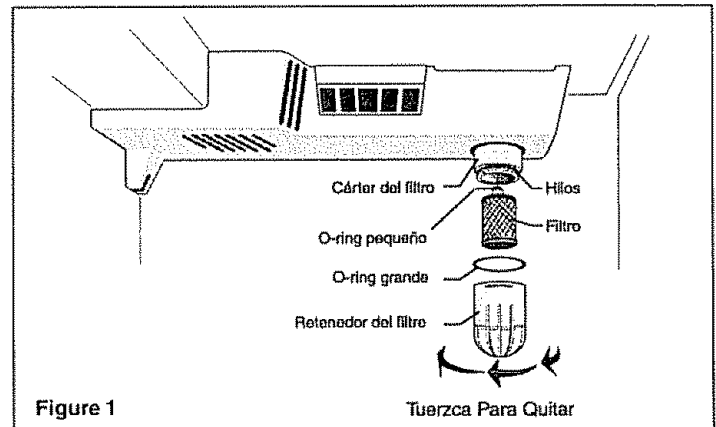

Figure 1
10. Verifique que no haya fugas. Abra la puerta del refrigerador. Si hay gotitas de agua en el retenedor del filtro, enjuáguelas. Dispense un vaso de agua. Si hay una fuga, destornille el retenedor del filtro, y vuelva a introducir el filtro. Revise la colocación del O-ring grande (véase Figure 1). Reinstale el retenedor del filtro, asegurándose que esté apretado completamente.